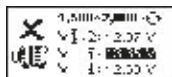

Fig. 48
11. Se o mínimo ou máximo de carga de volts não estiverem compreendidos dentro dos limites de voltagem, o resultado será exibido como nos exemplos em baixo (Fig. 48 & 49) e será exibido no ecrã a informação para testar o alternador pela falha do sistema.